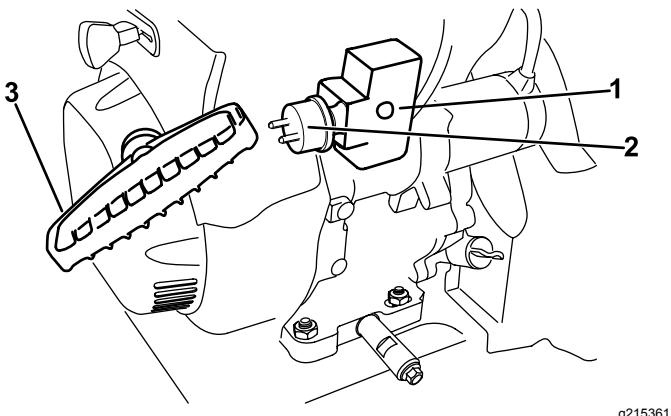

Figure 24
- Démarrez la machine en tirant sur le lanceur ou en appuyant sur le bouton du démarreur électrique (Figure 24).